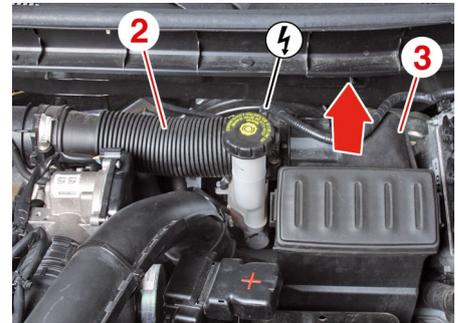

Fig. 13
- la canalisation (2) (Fig. 13),
- le boîtier de filtre air (3).